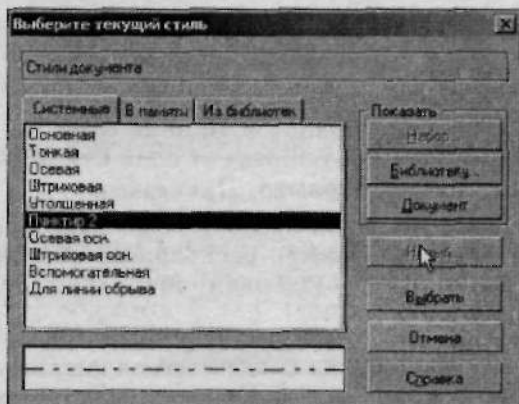

Рис. 2.18. Диалоговое окно выбора стиля линии
2. Из выпадающего меню **Стиль** на **Панели свойств** выберите *Другой стиль*. Откроется диалоговое окно выбора текущего стиля (рис. 2.18). На вкладке **Системные** указан текущий используемый тип линии, а также все другие доступные типы. Если вы хотите воспользоваться одним из доступных стилей, то выберите его и щелкните по кнопке **Выбрать**.